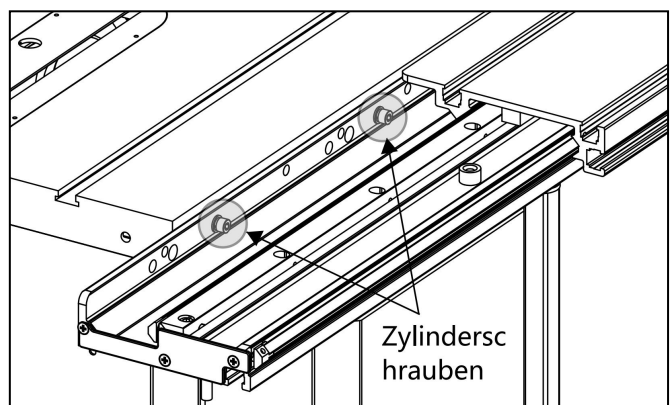

Abb.11
4. Ziehen Sie den Verriegelungsknopf unter dem Schiebetisch heraus und schieben Sie dann den oberen Teil zur Seite, um zwei der Montagelöcher freizulegen, wie in Abbildung 11 gezeigt.